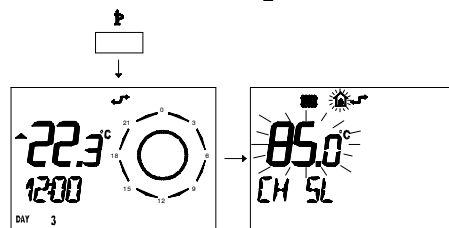

fig. 5.25
- 1 Premere per più di 3 secondi il pulsante per entrare in modalità **INFO**. (fig. 5.25)